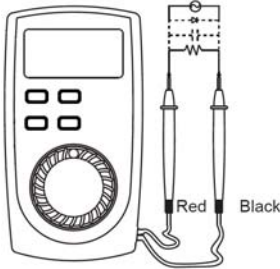

图 4
C. 电阻测量(图4)
D. 频率和占空比测量(图4)
E. 二极管和通断测试（图4）
F. 电容测量（图4）